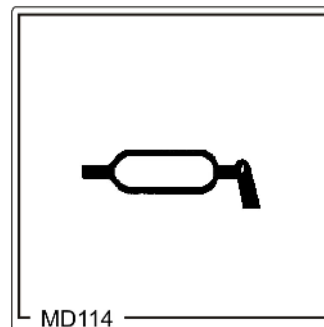

Рис. 101
7. Закройте крышку корпуса (Рис. 101/1).